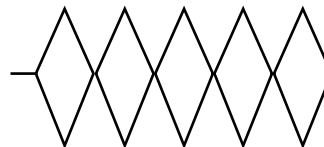

Fig. 4-7
- ③ Fig. 4-7 shows the normal RF waveform in REV mode (capstan feed).
- ③ 図4-7は、REVモード（キャプスタン送り）時のRF通常波形です。